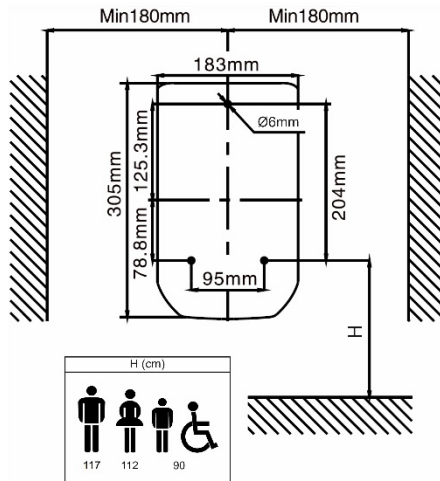

Fig. 3
- (Fig. 3) Assurez vous que le futur emplacement de l'appareil respecte les mesures de sécurité indiquées. Nous vous recommandons d'installer l'appareil à une hauteur différente selon qu'il sera utilisé dans des toilettes pour hommes, femmes, enfants et handicapée.